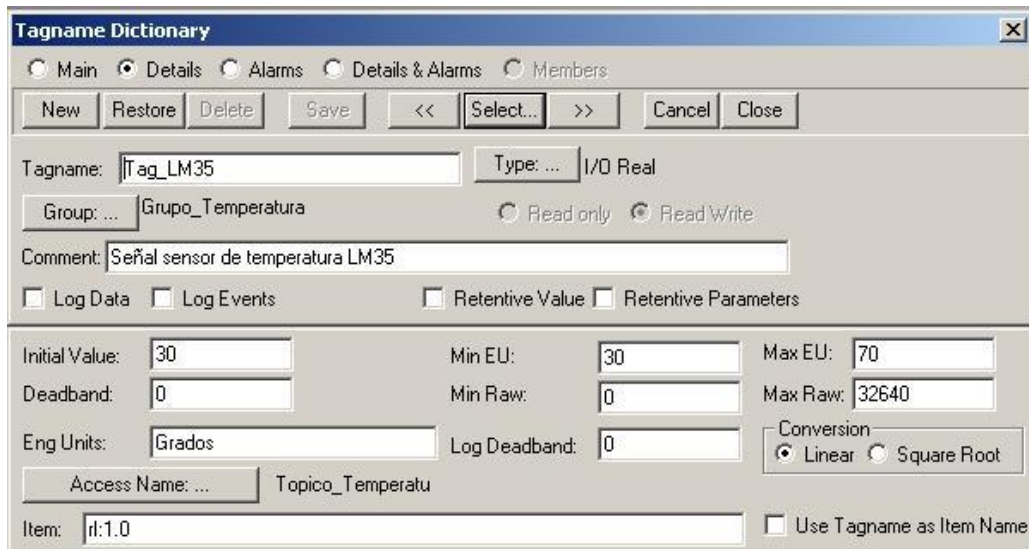

Figura 23. Cuadro de Diálogo TagnameDictionary (Definición de Tags)
1. Ejecute el comando **Special/TagNameDictionary**, para acceder al cuadro de diálogo **TagNameDictionary** (Definición de Tags) y visualizar la definición de las Tags deseadas, ver Figura 23.